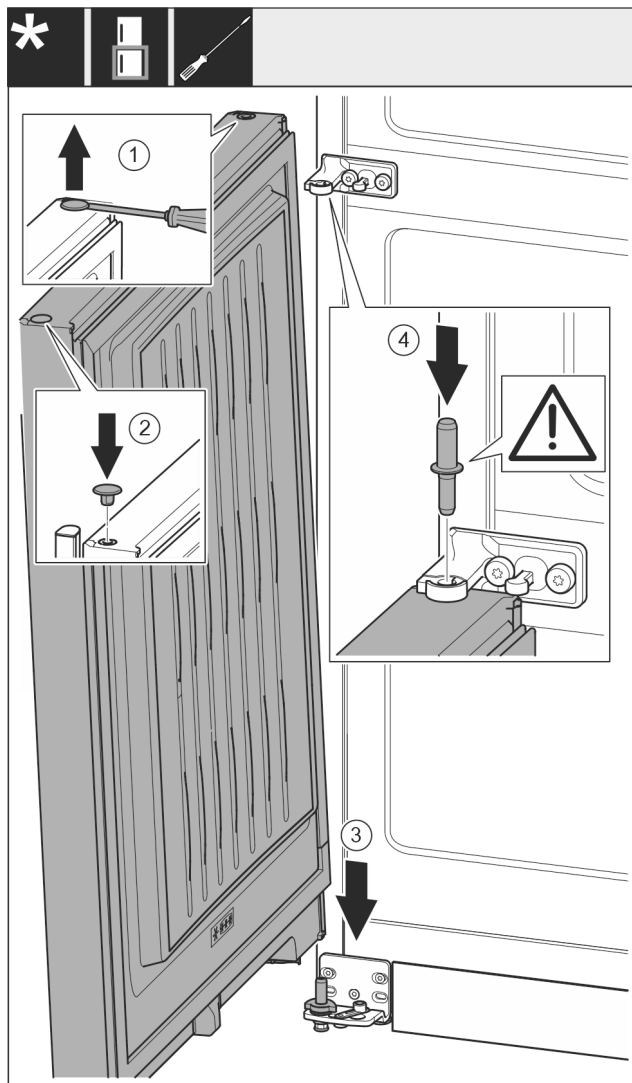

Fig. 20
- Plochým skrutkovačom opatrne nadvihnite a vyberte zátku Fig. 20 (1).
- Zátku Fig. 20 (2) opäť nasadte na druhú stranu dverí.
- Nasadte dvere Fig. 20 (3) zhora na dolný ložiskový čap.
- Nasadte ložiskový čap v strede Fig. 20 (4) cez ložiskovú konzolu v strede do dolných dverí. Dbajte pritom na to, aby zaistovací doraz ukazoval smerom dozadu.